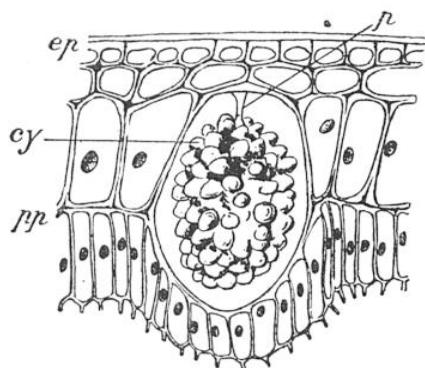

FIG. 14. — UN STATOCYSTE VÉGÉTAL
(1) Chez les végétaux eux-mêmes, Haberlandt a décrit des statocystes intracellulaires qui joueraient un rôle essentiel dans la réaction géotropique positive ou négative vis-à-vis de la direction de la pesanteur (fig. 14).